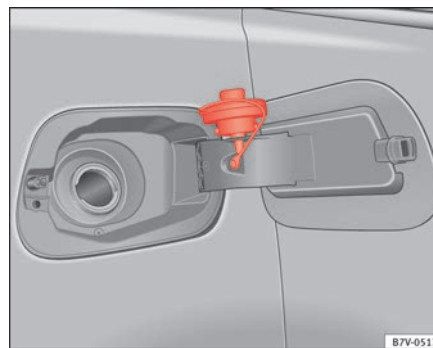

Abb. 163 Geöffnete Tankklappe mit eingehängtem Tankverschluss. ►
- Tankverschluss links herum herausdrehen und in die vorgesehene Öffnung am Scharnier der Tankklappe stecken ⇒ **Abb. 163**.